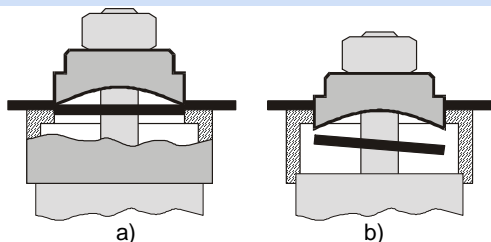

Рис. 4. Процесс вырезания.
7. Качать гидравлическое масло пока не будет вырезано отверстие (Рис. 4а,б).